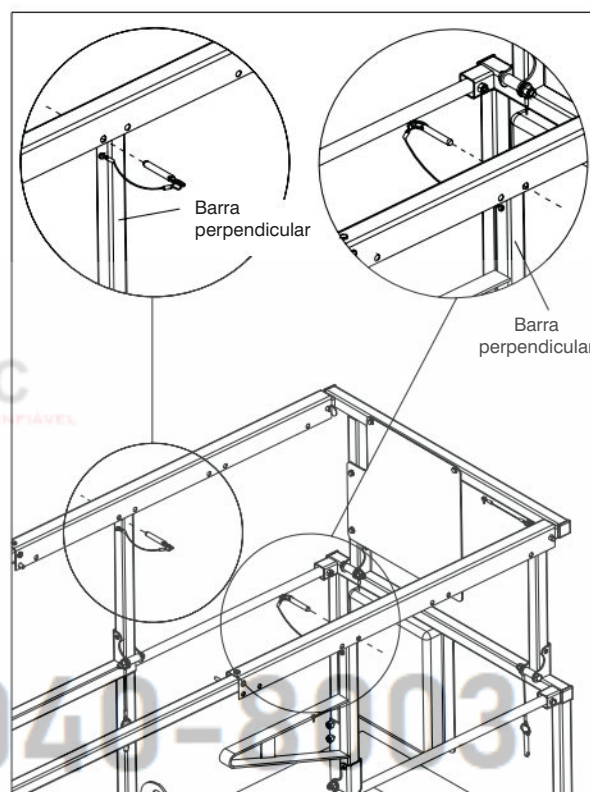

Figura 3-12. Plataforma de extensão manual em posição variável
2. Após a extensão ou retração, reinsira os pinos de trava. Insira um pino em um lado da MEWP em frente à barra perpendicular e o pino no outro lado da MEWP atrás da barra perpendicular para evitar movimentação acidental, em qualquer direção, da plataforma de extensão manual durante o deslocamento ou transporte. Consulta a Figura 3-12 para ver um exemplo de configuração.